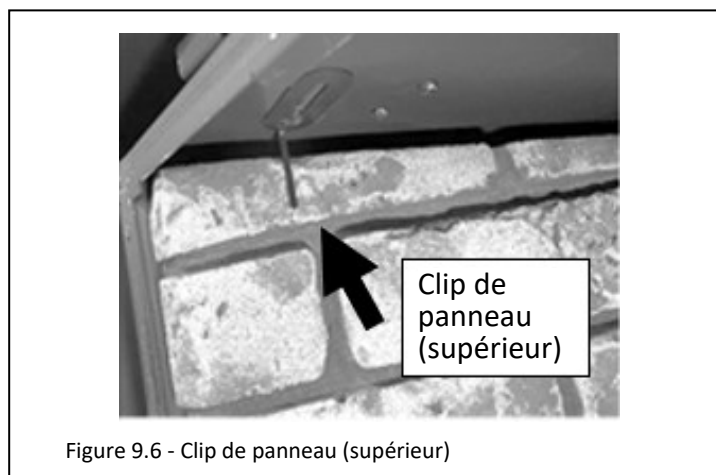

Figure 9.6 - Clip de panneau (supérieur)
2. Installez les panneaux latéraux en insérant d'abord le haut des panneaux pour les mettre en place. L'avant de chaque panneau doit appuyer sur le dessus de l'espaceur de panneau réfractaire. Fixez les panneaux avec les clips de panneau pliés précédemment (Figure 9.6).
4. Installez les clips de panneau supérieurs, pliés précédemment (Figure 9.6).